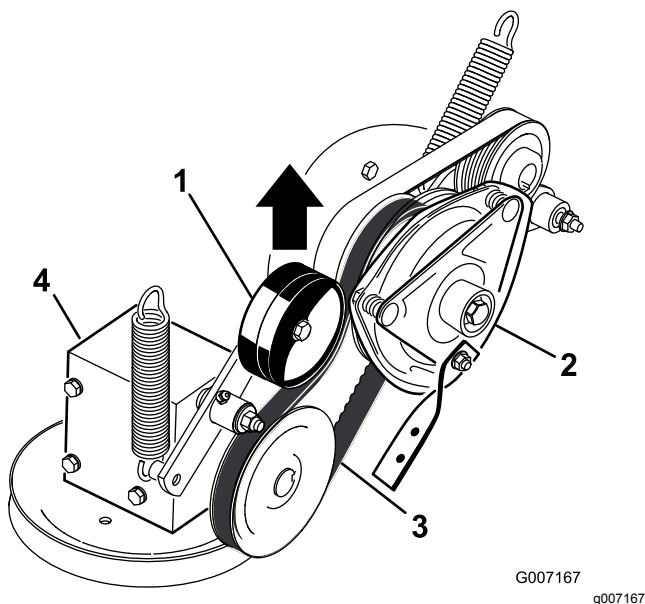

Figure 81
5. Tirez sur la poulie de tension rappelée par ressort de la courroie d'entraînement de PDF et déposez la courroie de la poulie d'embrayage (Figure 81).
17. Tirez sur la poulie de tension rappelée par ressort de la courroie d'entraînement de PDF et placez la courroie sur la poulie d'embrayage (Figure 81).